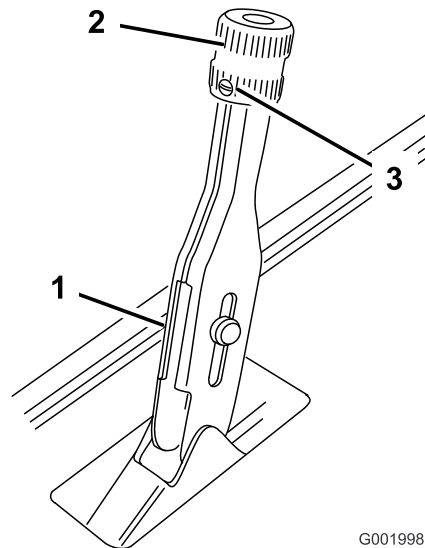

図 65
1. ブレーキ・レバーに調整ノブを固定している固定ネジをゆるめる(図 65)。